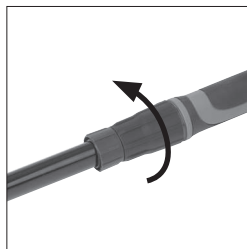

Abb. 5
- Ziehen Sie die Hülsenmutter an, um das Verlängerungsrohr und den Endring in ihren Betriebspositionen zu sichern. **(Abb. 5)**